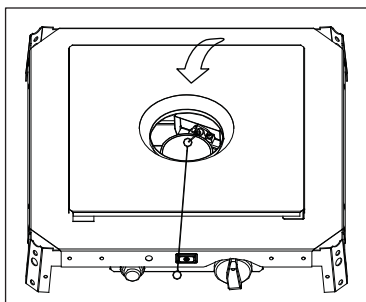

Figura 4
- Mientras mantiene presionada la perilla de control, coloque el encendedor de vara larga en el tubo de vidrio para encender el piloto. (Figura 4).